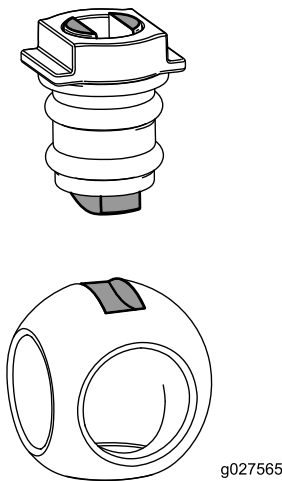

Figura 80
6. Insira a esfera no corpo da válvula (Figura 80).
Nota: A haste da válvula deve caber dentro da fenda do acionamento da esfera. Se a haste da válvula não encaixar, ajuste a posição da esfera (Figura 80).